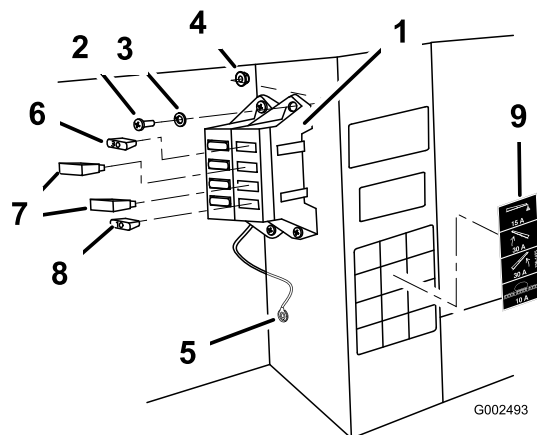

Figura 8
5. Conecte el cable negro de tierra al perno de 1/4 pulgada situado en el bastidor del vehículo, usando la arandela de estrella (Figura 8).
7. Instale el bloque de fusibles y el mazo de cables al bastidor junto al bloque de fusibles existente, usando los dos tornillos (#10-24 x 3/4 pulgada) y las dos contratuercas (Nº 10-24) según se muestra en Figura 8.
- A. Instale los dos disyuntores térmicos de 30 amperios en las ranuras de los fusibles de elevación de los brazos izquierdo y derecho (Figura 8).
- B. Instale el fusible de 10 amperios en la ranura del sistema de pulverización (Figura 8).